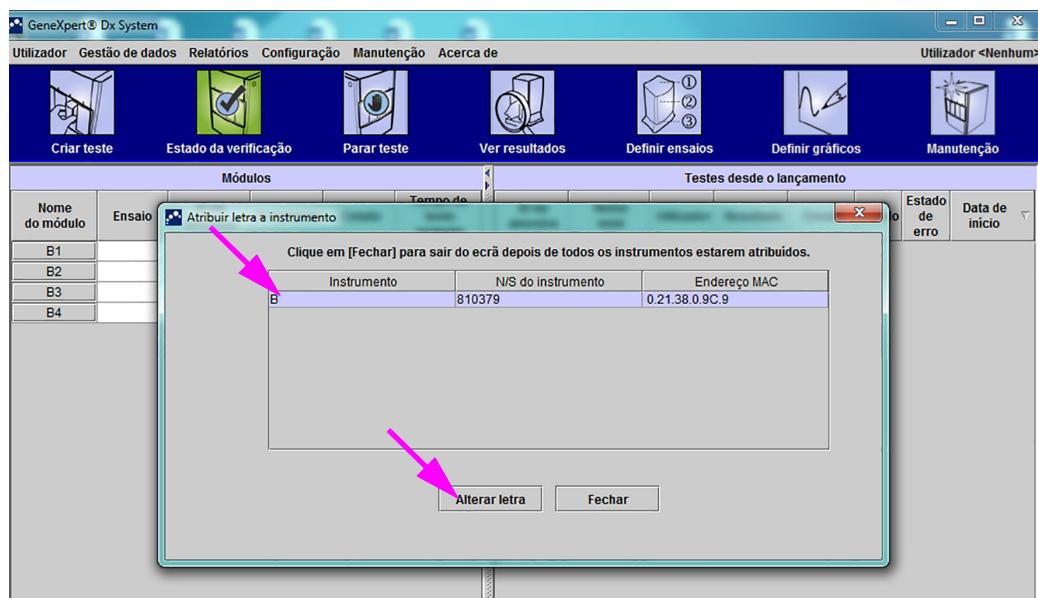

Figura 2-57. Janela GeneXpert Dx System com caixa de diálogo Atribuir letra a instrumento sobreposta
5. Para alterar a letra atribuída, clique para seleccionar o instrumento e, em seguida, clique em **Alterar letra** na caixa de diálogo Atribuir letra a instrumento (consulte a figura 2-57).